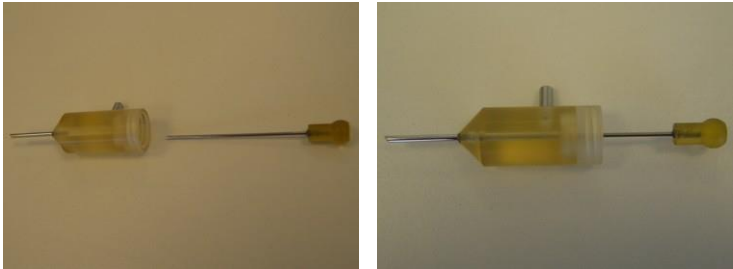

Figure 3-78. Insertion du piston de la pièce à main dans la tête de l'implanteur
1. Insérez le piston dans la tête de l'implanteur, comme illustré à la Figure 3-78.